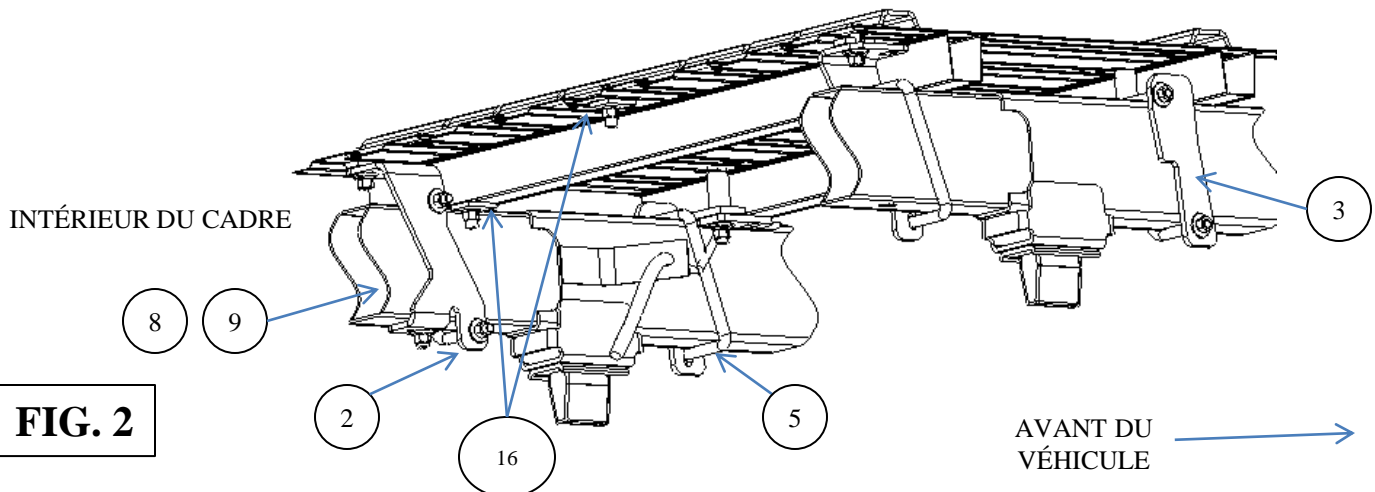

FIG. 2
- b) Poser un boulon en U sur chaque support. Le boulon en U entoure l'intérieur du cadre. Poser sans trop serrer des rondelles coniques et des écrous hex. 1/2 po sur les extrémités des boulons en U. **REMARQUE** : **Le boulon en U côté conducteur doit être placé entre la conduite de frein et le cadre. Voir la Figure 2. Un mauvais positionnement du boulon en U côté conducteur peut causer des dommages au système de freins du véhicule. Placer les fils électriques de façon qu'ils ne nuisent pas.**